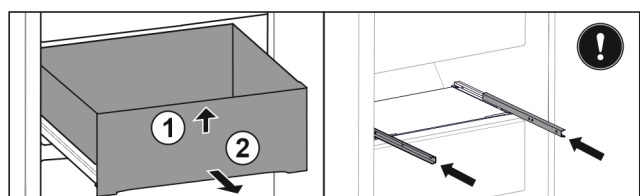

Fig. 28*
- ▶ Sollevare il cassetto sul lato anteriore Fig. 28 (1)*
- ▶ Rimuovere tirando in avanti Fig. 28 (2)*